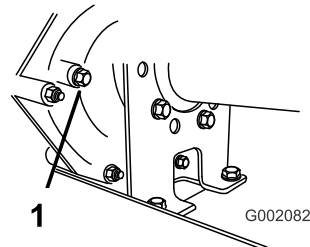

Figura 43
2. Retire el perno del orificio indicador del nivel (Figura 43).